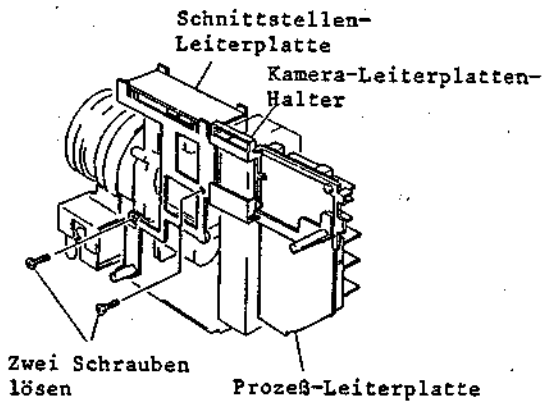

Abb. 2-28 Ausbau der Sensor-Leiterplatte
3. Zwei (2) Befestigungsschrauben des Halters der Kamera-Leiterplatte lösen (siehe Abb. 2-28).